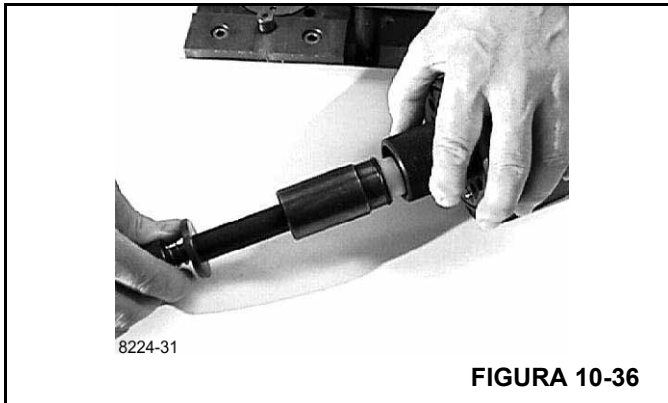

FIGURA 10-36
- Sostenga la parte exterior de la herramienta de armado en la parte inferior de la caja de la unidad de dirección y coloque la parte interior de la herramienta a la derecha hasta la parte inferior (Figura 10-36).